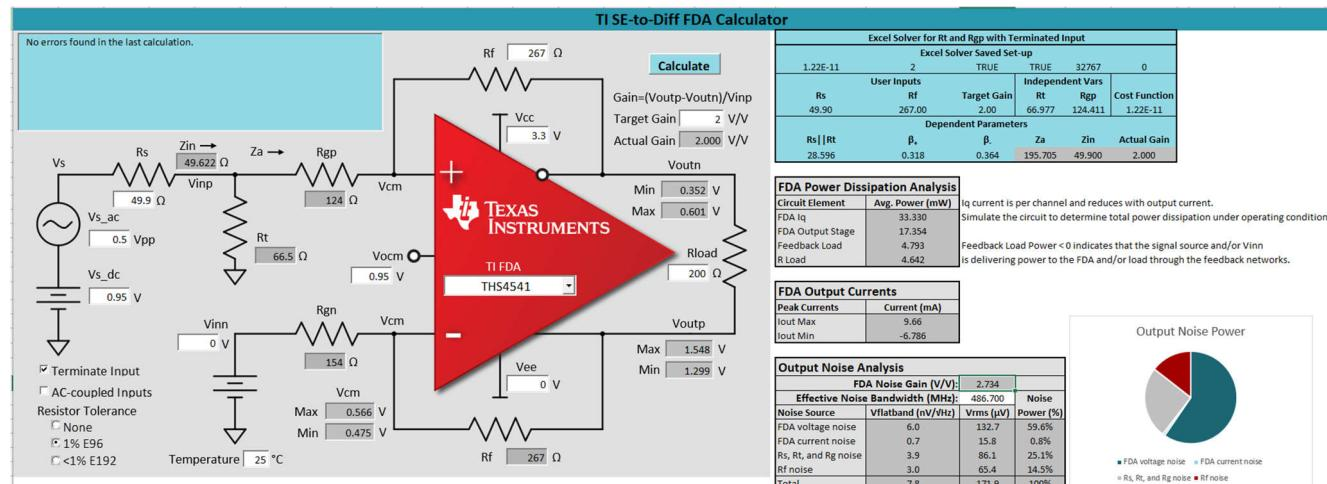
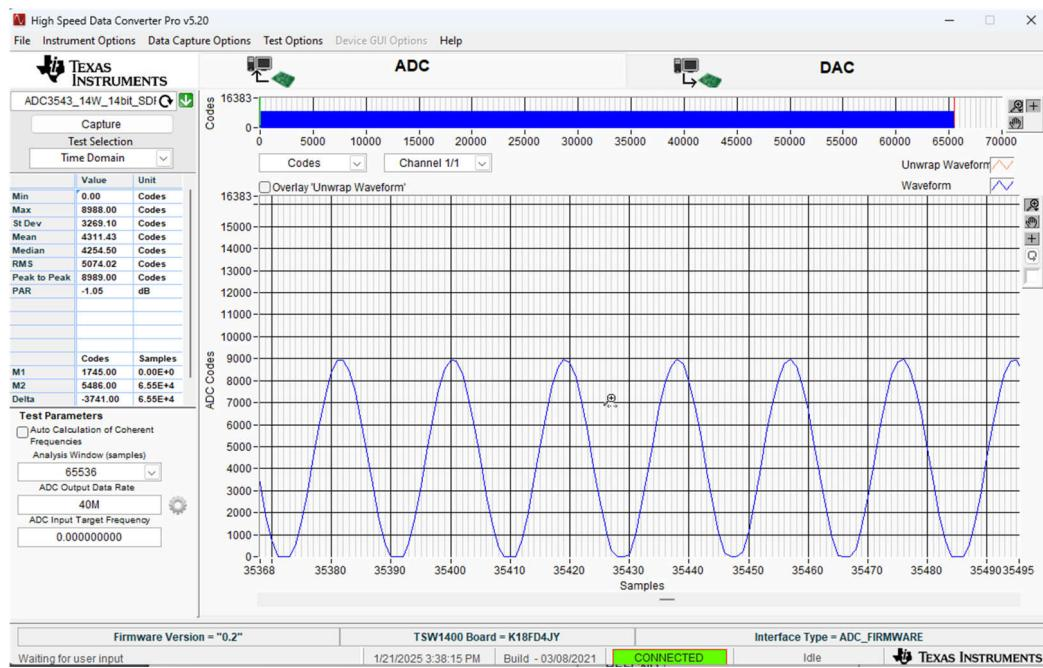
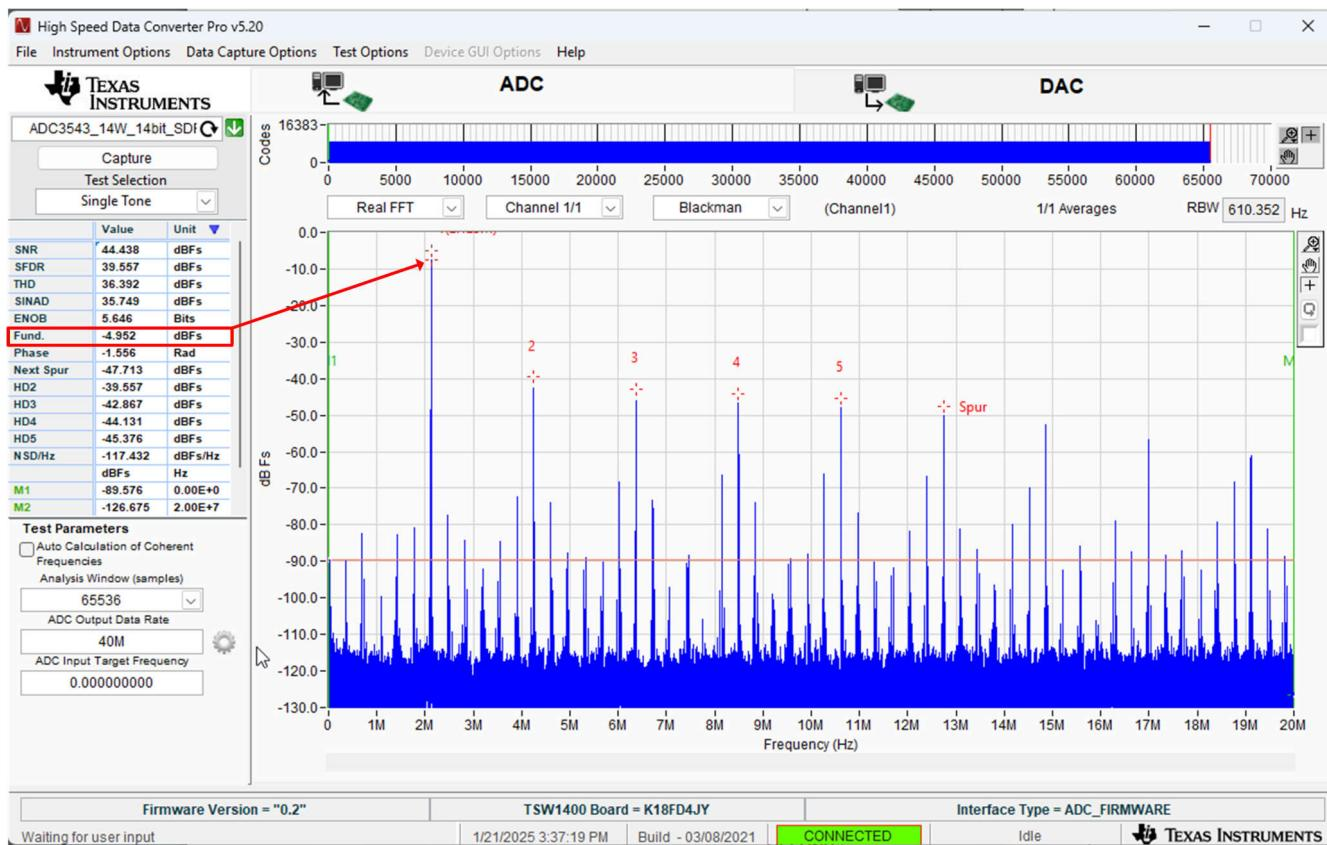

図 4-1. THS4541 を使用した FDA カリキュレータの例、SE 入力から DIFF 出力へ (図)
図 4-2. FDA の出力同相電圧のバランスが P 出力と N 出力の間で取れていないため、ADC からのアナログ入力信号キャプチャがシフトされる
図 4-3. HSDCPro の出力スペクトルは、同相モードのバランスが不十分なためクリッピングを起こす
この特定のカリキュレータの詳細については、図 4-1 を参照してください。これにより、DIFF 入力と DIFF 出力の両方の構成と、SE 入力から DIFF 出力への構成が可能になります。
特に FDA がシングルエンド入力と差動出力で構成されている場合について、最後に注意が必要な点がいくつかあります。再度図 4-1 を参照してください。両方の FDA 入力が不均衡になるよう、意図的に異なる抵抗値で終端されています。これは、この構成で強制的に同相モード電流のバランスを取るためです。したがって、アンプの信号入力に追加の  $Rt$  値が必要となります。また、1 つの入力のみを使用する場合にこのインピーダンスのバランスを取るために、 $Rgp$  および  $Rgn$  の値はわずかに異なる設定となっています。これが正しく行われていないと、これらの同相モード電流はキャンセルされず、出力の電圧が等しくならない場合があります。この良好な回路が不具合を起こした場合にどのような結果が現れるかを説明します。図 4-2 を参照
この不具合を回避するには、SE から DIFF へのアプローチに関するデータシートで推奨されている計算式の例を参照するか、TI.com でこの便利なカリキュレータを使用してください（図 4-1 を参照）。この手順を取らない場合、事実上、FDA の出力と ADC の入力の間で VCM をめぐる競合状態が発生します。これらの DC 同相モード値は、2 つのデバイス間で完全には一致しません。したがって、この 2 つのデバイスは互いを相手に「競合」を始め、常にそれぞれが必要とする DC 値を満たした所で落ち着きます。どちらが優位に立ったとしても、この回路は健全ではなく、FDA/ADC のコンボが、自らをスペクトルで正しく表現することができなくなります（図 4-3 を参照）。
ADC の VREF ピンに近づかないようにするか、データシートを確認してください。このタイプの注釈がある大部分のピンは、外部のアンプ フォロワ構成によってバッファされない限り、VCM バイアスを供給する機能はありません。VREF ピンは、コンバータ内のすべての内部リファレンス バイアスを設定することに注意してください。これは、コンバータの入力フルスケールの機能もあります。VREF ピンの使用法が不適切な場合（負荷がかかった場合など）、意図せずコンバータの入力フルスケールレンジがシフトして、図 4-2 や図 4-3 に示すようなシナリオも発生する可能性があります。したがって、システムの全ダイナミックレンジが制限されます。要するに、可能な限り VREF ピンには手を加えないでください。
- FDA と ADC を選択したら、上記のスプレッドシートまたは FDA および ADC のデータシートをそれぞれ参照し、電圧同相モードとの互換性があるかどうかを確認するのが最適です。図 4-1 に示すように、FDA は SE 入力と DIFF 出力用に構成されており、ADC のアナログ入力の +0.95V の同相電圧ニーズを満たすために、3.3V の電源のみを必要とします。このステップは、前のステップのスプレッドシートで FDA と ADC を絞り込むことで実行可能になります。つまり、このステップは、適切なダブルチェックとして機能します。